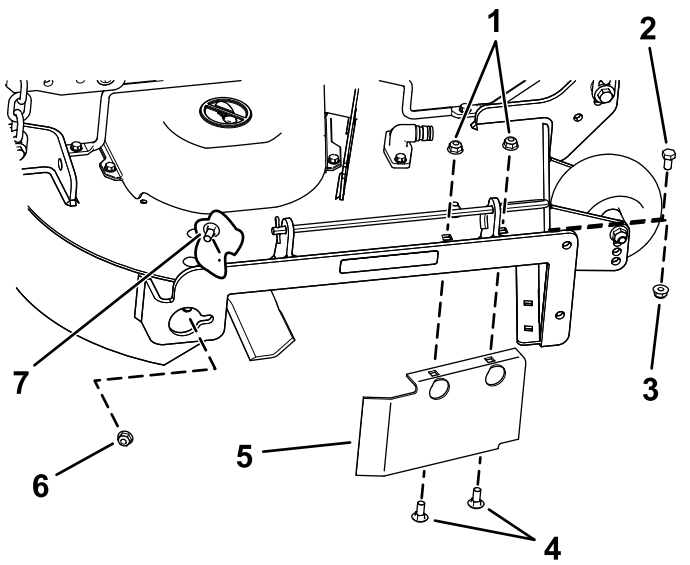

Figura 17
- Retire el perno de cuello cuadrado (5/16" x 3/4") y la contratuerca (5/16"), situados en la pared trasera de la carcasa del cortacésped, que sujetan el deflector a la carcasa (Figura 17).
13. Instale las fijaciones retirados anteriormente en los taladros delanteros de la placa de descarga y en el taladro delantero de la carcasa (Figura 17).
9. Localice el protector del deflector en el borde delantero del orificio de descarga lateral (Figura 17).
10. Retire las fijaciones que sujetan el protector del deflector y el deflector derecho a la carcasa del cortacésped (Figura 17).